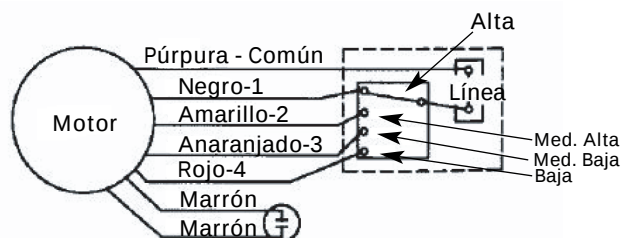

Figura 2 – Diagramas del Cableado
- b. Para los Modelos 1XJX9, 1XJY1, 1XJY2, 1XJY3 y 1XJY4, consulte la Figura 2 en la página 3 para informarse sobre el cableado.